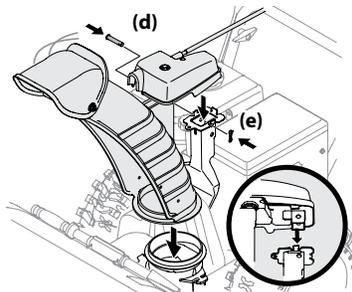

Figure 2-37
3. Placez la goulotte sur la base et vérifiez que la tige de commande est placée sous le tableau de commande. Fixez la tête de commande au support à l'aide de l'axe de chape (d) et de la goupille fendue (e) retirés à l'étape 1. Voir Figure 2-37.